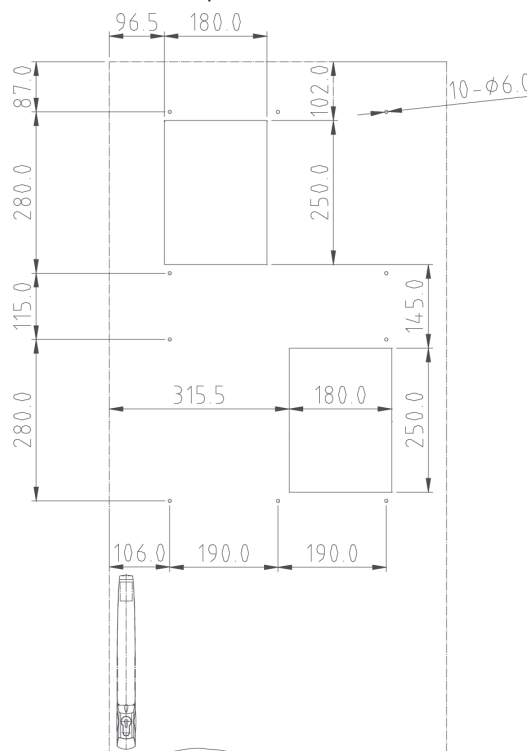

Рис. 3.2
3.2.2 Вырежьте крепежное отверстие, как показано на рис. 3.2